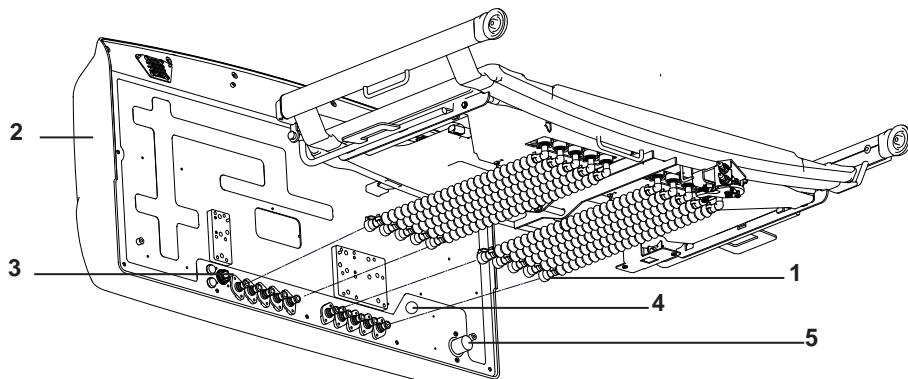

图 4：将空气软管连接到床垫控制装置
14. 将空气软管（如图 4 的编号 1 所示）连接到气垫控制装置（2）；确保 O 形圈位于连接端口上。空气软管按从左到右 / 从右到左的顺序从倾泻阀装置开始，直接从脚端延长段横杆上方穿过而连接到气垫控制装置。完全连接空气连接器后，将能听到清楚的咔哒声。
15. 连接交流电源线（如图 4 的编号 3 所示）、心肺复苏术 (CPR) 电缆 (4) 和通信电缆 (5)。